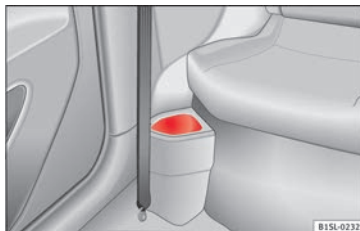

Fig. 127 Devant la banquette arrière : vide-poches.
- Devant la banquette arrière » **fig. 127.**